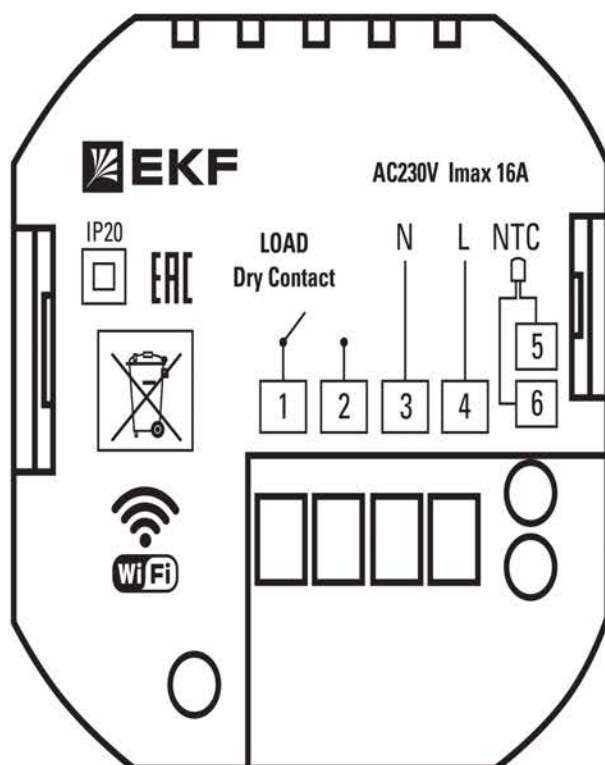

Рисунок 2 – Схема расположения клемм:
5.5 Выполните подключение клемм согласно их назначению (Рисунок 2).